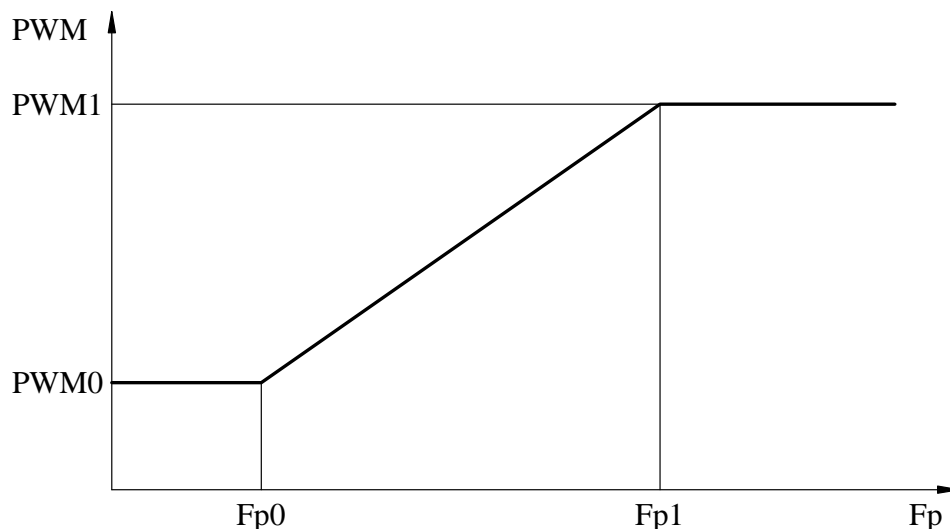

Рис. 4. Зависимость выходного относительного напряжения от выходной частоты и табличных параметров.
3.8.9. Тип 5 – параметры кривой выходного относительного напряжения $PWM=f(Fp)$ (рис.4), а также параметры тестовых процедур.
3.9.1. Выходное напряжение *Устройства*, за исключением некоторых тестовых режимов, изменяется согласно кривой выходного напряжения (**рис. 4**).